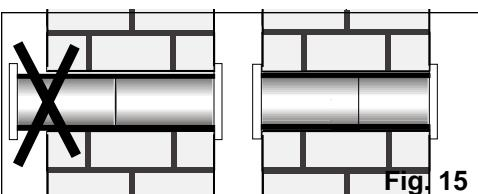

Fig. 15
- Se la lunghezza degli accessori fosse eccessiva, potete tagliarne uno per regolare il complesso alle dimensioni del muro, **Fig. 15.**